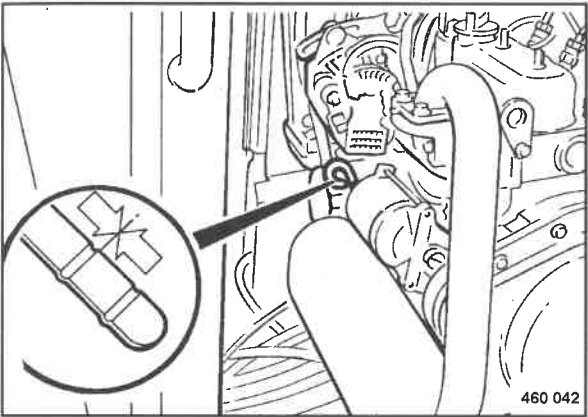

Fig. 87
- Estrarre l'astina di livello olio (Fig. 87), pulirla con uno straccio pulito e non filamentoso e reinserirla fino all'arresto.